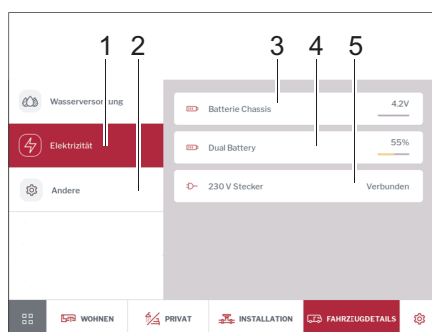

Fig. 269 Elettricità e temperatura interna
- Digitare il pulsante *Elettricità* (Fig. 269,1). Vengono visualizzati la tensione di batteria del veicolo (Fig. 269,3), lo stato di carica della batteria a montaggio in %, ossia la tensione di carica della batteria AGM in volt (Fig. 269,4) e lo stato dell'alimentazione a 230 V (Fig. 269,5).
- Digitare il pulsante *Altro* (Fig. 269,2). Viene indicata la temperatura interna.